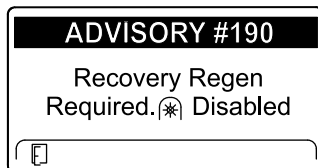

Figura 53
- Richiesta di rigenerazione di recupero – disabilitazione della presa di forza ADVISORY #190 (Figura 53)